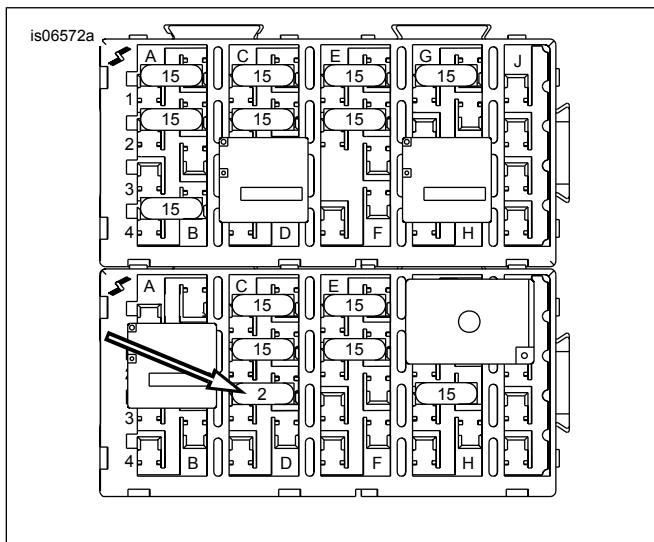

Figura 6. Installare fusibile da 2 A (modelli 2010 ed anni successivi)
- b. Vedere Figura 6. Installare il fusibile da 2 A preso dal kit nella cavità della luce del vano portaoggetti (C3-D3) del pannello fusibili.
- k. Vedere Figura 6. Installare il fusibile da 2 A preso dal kit nella cavità (C3-D3) della luce del vano portaoggetti del pannello fusibili.